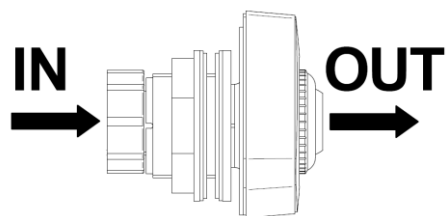

Fig. 2
4. Aspirazione: ingresso del prodotto (Fig. 2, IN).
5. Mandata: uscita del prodotto (Fig. 2, OUT).